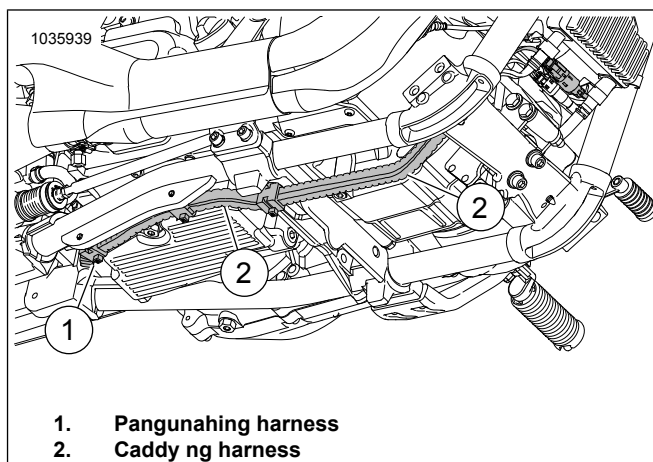

Figure 44. Caddy ng Harness
14. Tingnan ang Figure 44 . **Oxygen sensor sa harap (mahabang harness lead):**
- Hanapin ang pangunahing harness (1) na patungo sa caddy ng harness (2).
- Iruta ang harness sa dako ng caddy ng pangunahing harness (2) patungo sa pangkonekta ng oxygen sensor sa harap.
e. Ikabit ang harness sa pa-inboard na gilid ng caddy ng harness (2) gamit ang mga cable strap ayon sa pangangailangan.